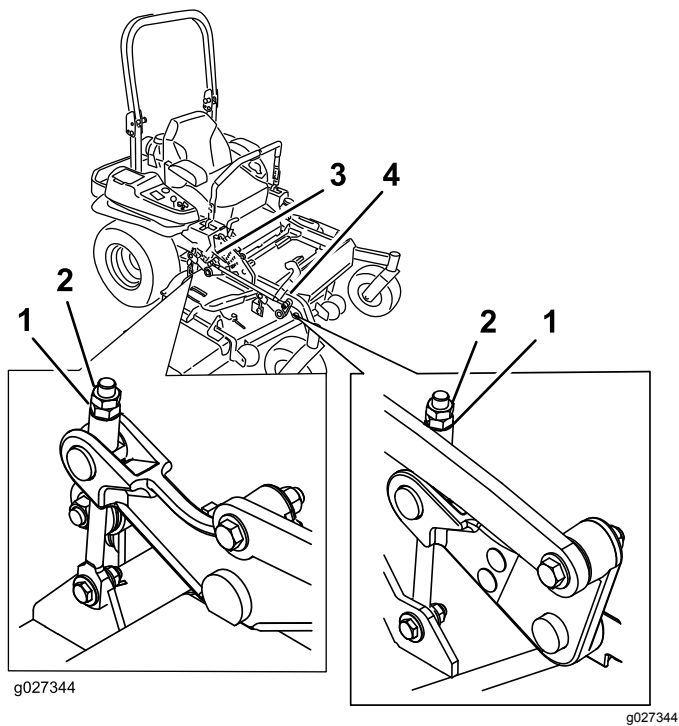

Figura 100
10. Gire la tuerca de ajuste del conjunto de elevación de la carcasa delantera para modificar la altura (Figura 100).
16. Gire el tornillo de ajuste hasta obtener una altura de 8.3 cm ($3\frac{1}{4}$ ") (**Figura 100**).